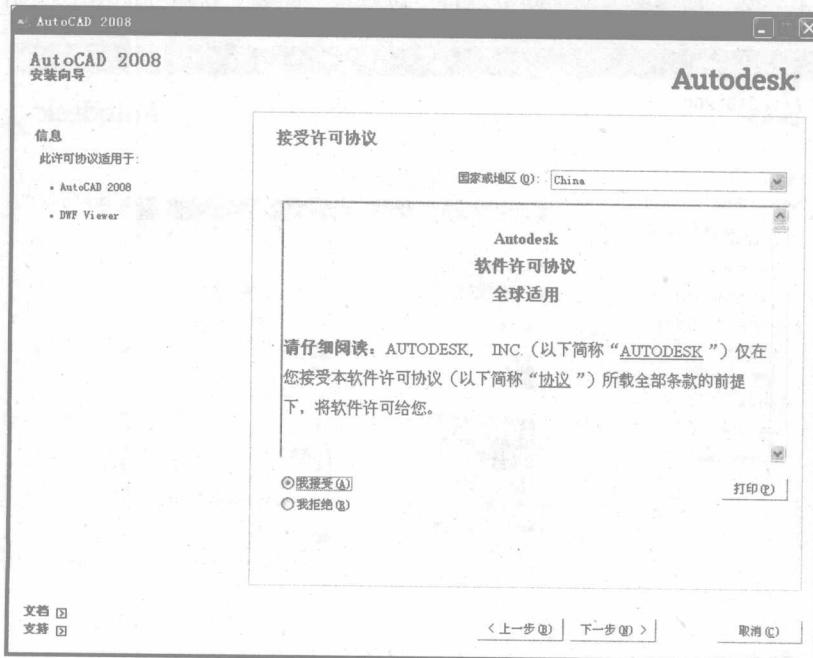

图 1-2-4
(5) 打开许可协议对话框，选中“我接受”，点击“下一步”按钮，如图 1-2-4 所示。